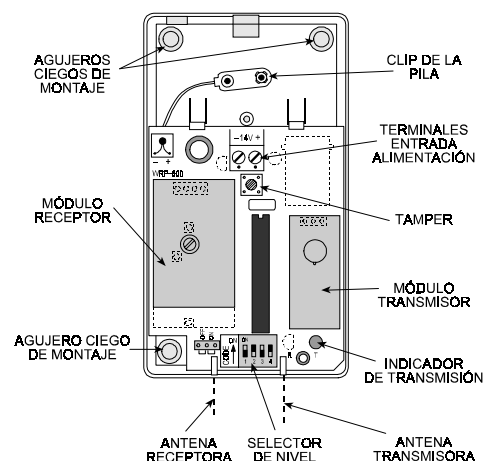

Figura 5. MCX-600, tapa quitada
B. Instale la base (equipada con el circuito impreso) en la situación seleccionada, usando los agujeros ciegos de montaje (vea Figura 5).